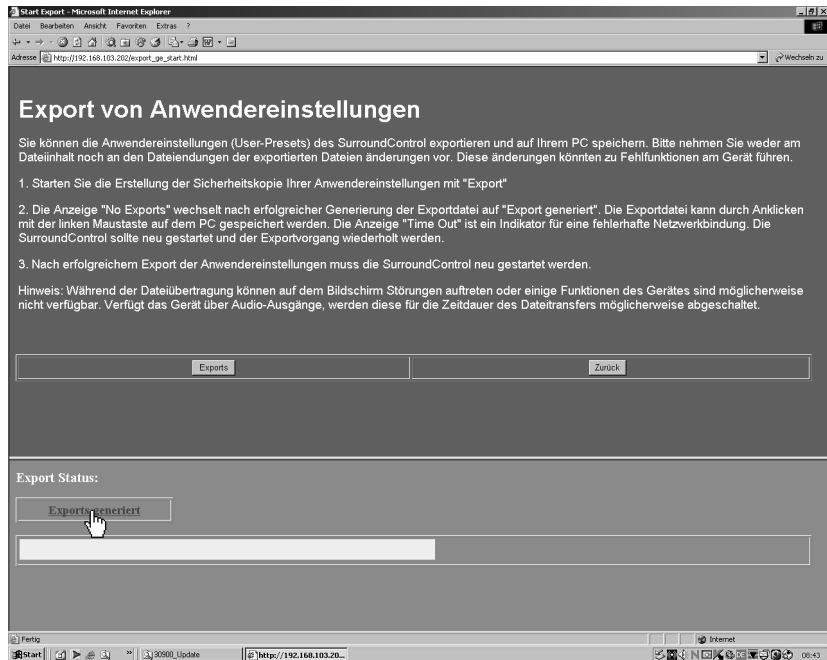

Bild 5-5: Der Export ist generiert und kann abgespeichert werden
- Wenn der Export-Status auf die blaue Bezeichnung „Exports generiert“ (siehe Bild 5-5) wechselt, kann der Export abgespeichert werden. Klicken Sie mit der Maus auf „Exports generiert“ (siehe Bild 5-5).